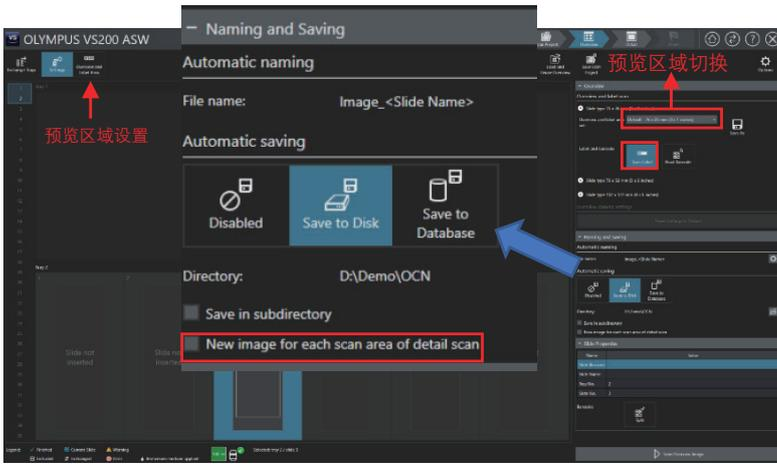

图 5
5、选择需要扫描的载玻片位置（图5），右侧工具栏设置标签扫描、预览区域大小、自动保存文件夹位置（红框内可设置对放大图生成单个新文件），点击右下角扫描预览图（图5）